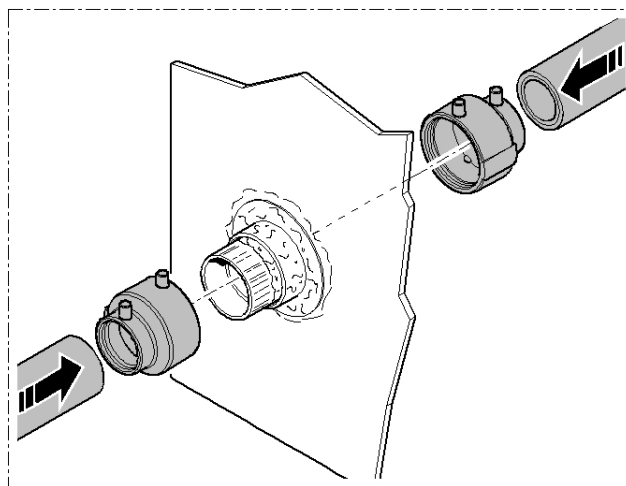

Fig.11
- Inserir as reduções na caixa de empanque precedentemente raspada e limpa. (Fig. 11)